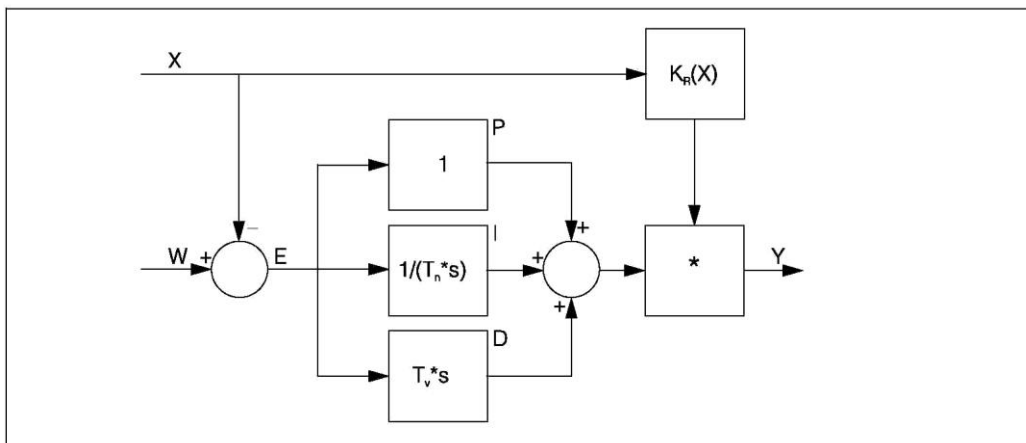

Рис. 41: Схема контроллера CPM153 с общим усилением $K_R(X)$
- Коэффициент $K_R(X)$ соответствует общему усилению (см. Рис. 41. Этот принцип применяется в CPM153).